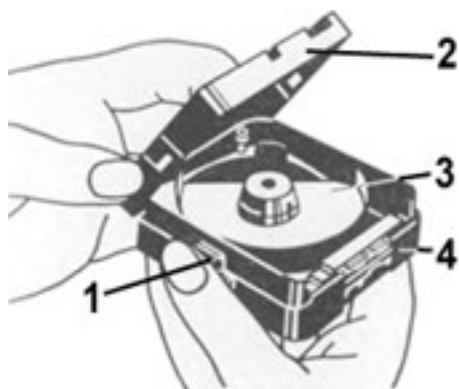

Рис. 1
1. Нажмите на рифленые участки 1 (рис. 1) нижней крышки 4 и, сняв крышку 2 с этикеткой, откройте подающий отсек 3 кассеты.
6. Вставьте узкий конец киноплёнки в замок приемной бобышки (рис. 1) и поверните бобышку на 2–3 оборота по часовой стрелке, наматывая киноплёнку эмульсией к оси бобышки.
в темноте снять крышку 4 (см. рис. 1) с приемного отсека кассеты;